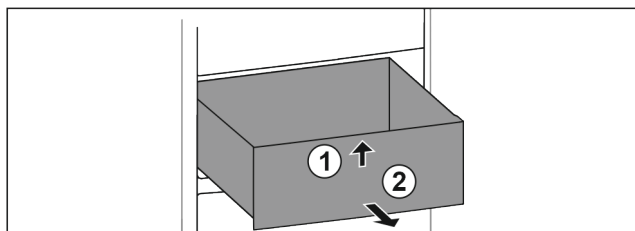

Fig. 109
- Paceliet atvilktni no priekšas. Fig. 109 (1)
- Izņemiet atvilktni virzienā uz priekšu. Fig. 109 (2)